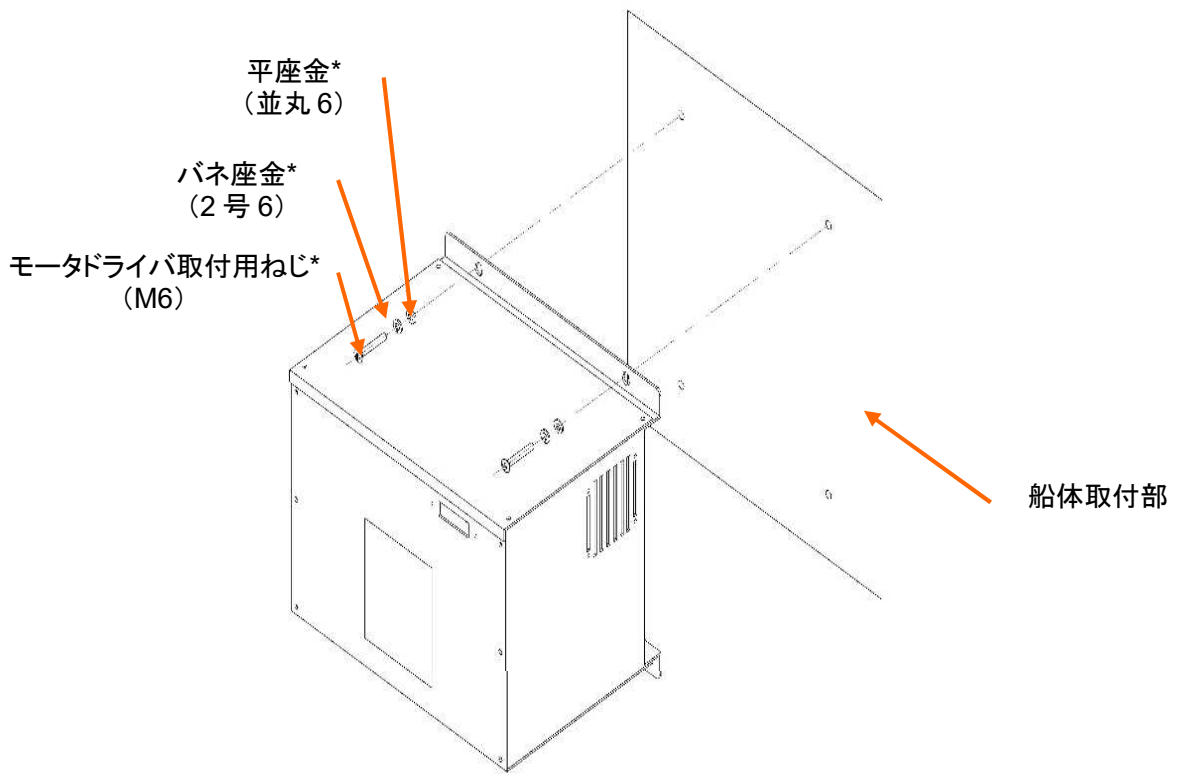

図 4-9 モータドライバ取付手順 2
- ② モータドライバの取付け穴にねじ頭を通して引っ掛けるようにして、モータドライバを取付けて下さい。(図 4-9 を参照して下さい。)